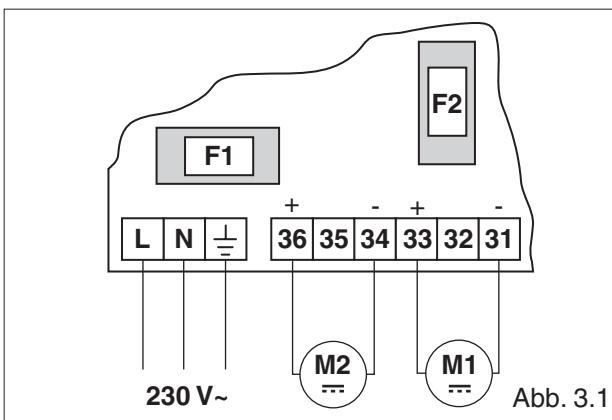

Abb. 3.1
- (Abb. 3.1) Schließen Sie 2 Motoren wie angegeben in Abb. 3.1 an (während der Öffnungsbewegung herrschen die bezeichneten Polaritäten +/-). Mit diesen Anschlüssen stoppt der Flügel am mechanischen Öffnungs- und Schließanschlag sowie bei Erkennung eines Hindernisses während der Öffnungs- und Schließbewegung.